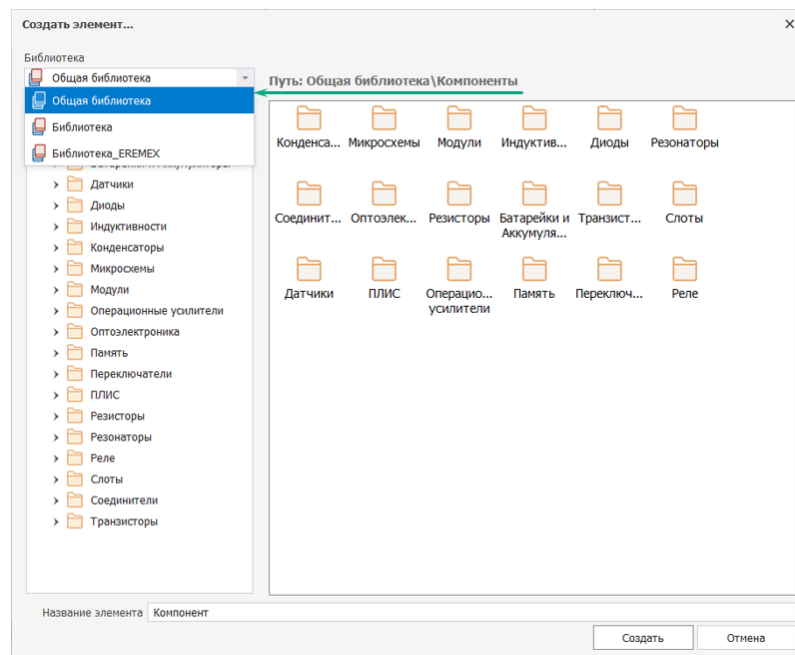

Рис. 162 Выбор библиотеки для компонента
2. Выбрать библиотеку из выпадающего списка «Создать элемент» → «Библиотека», см. Рис. 162.